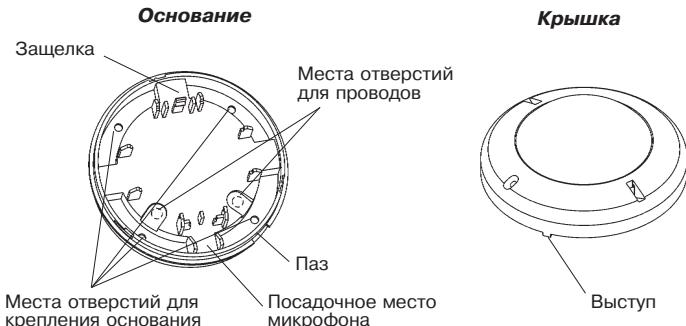

Рисунок 3 – Основание и крышка извещателя
- Снимите крышку извещателя, повернув ее против часовой стрелки до упора (рис. 3).
- Просверлите в основании корпуса отверстия (рис. 3), которые будут использоваться для прокладки проводов и крепления извещателя.